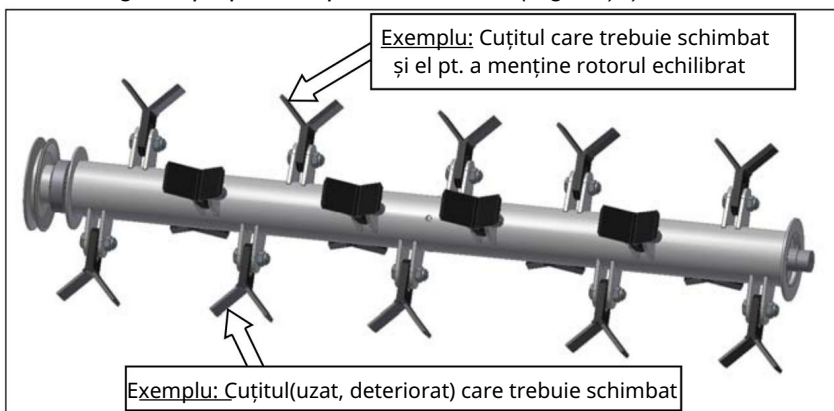

Fig. 20 - Rotor cu cuțite tip „Y”
Cuțitele trebuie schimbate în seturi sau în perechi (în cazul în care este necesar să schimbați 1 cuțit), ceea ce înseamnă că dacă doriți să schimbați 1 cuțit este necesar să schimbați și cuțitul opus (Fig. 20). Motivul este că rotorul va rămâne echilibrat. Nivel diferit de uzură înseamnă greutatea diferite ale cuțitelor care provoacă dezechilibru și vibrații.
*Exemplu: Dacă este necesar să schimbați cel de-al treilea cuțit de pe partea stângă în rândul de jos (Fig. 20), atunci trebuie să schimbați și cel de-al treilea cuțit de la stânga de pe partea opusă a rotorului (Fig. 20).*